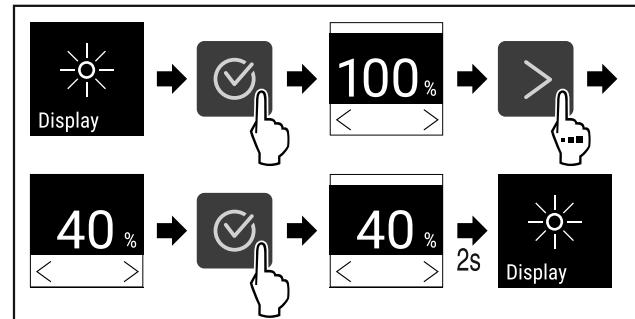

Fig. 77
- Изпълнете стъпките (виж Fig. 77).